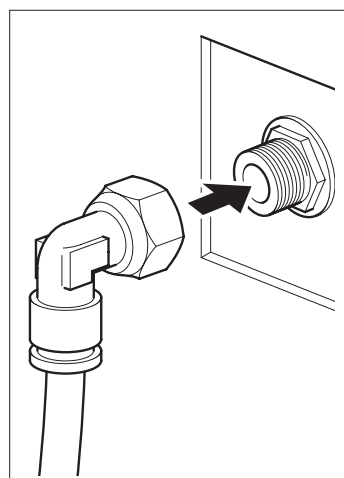

Fig. 6.6
- L'attacco previsto è un 3/8" gas (Fig.6.6).